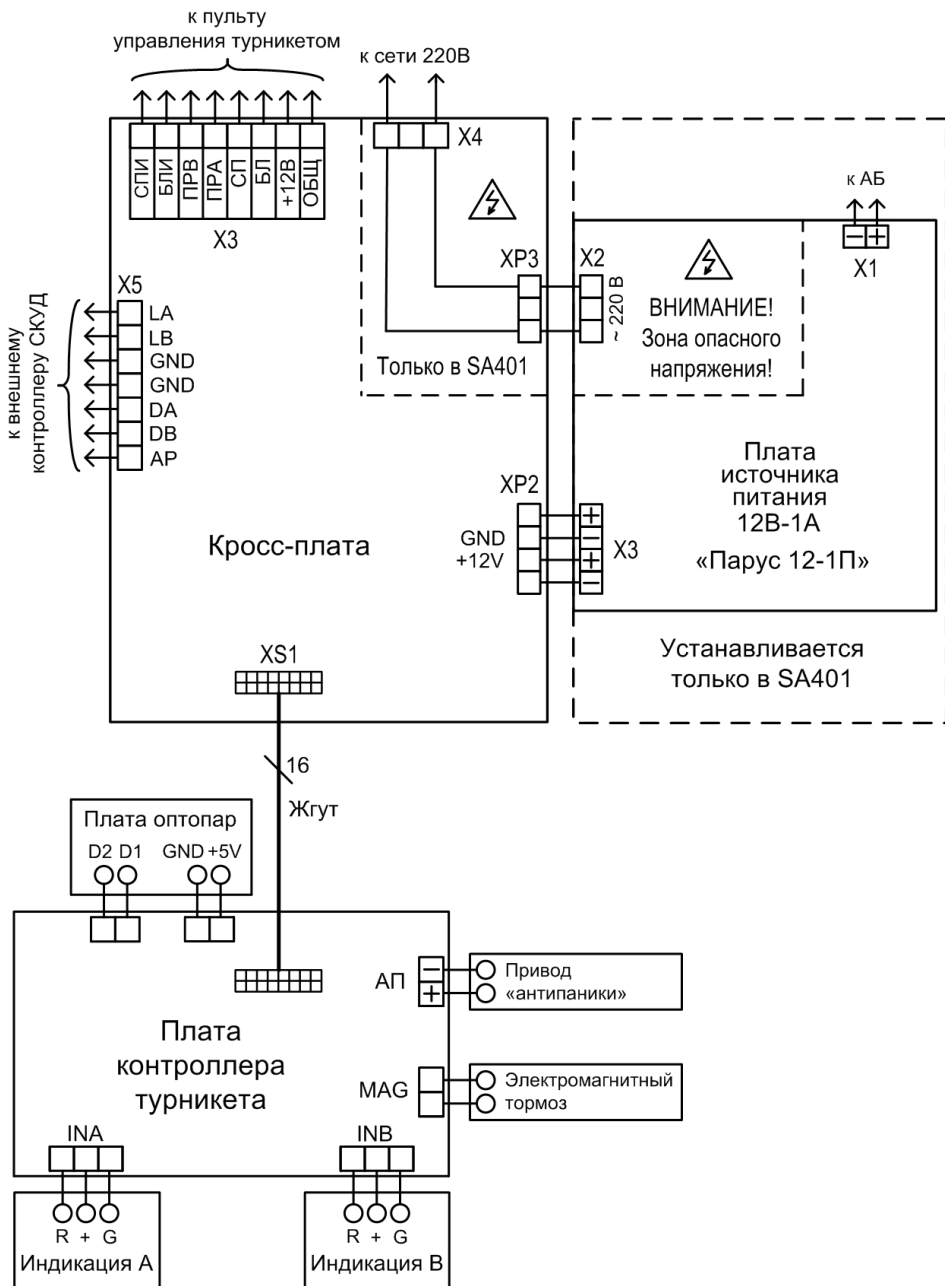

Рис.9 Схема электрическая соединений
- подключите кабель пульта управления к клеммнику X3 кросс-платы и к клеммнику пульта (выкрутите два винта по бокам пульта, снимите крышку, на крышке пульта расположена плата с клеммником, подключите кабель согласно схеме подключения – рис.9, проденьте кабель в паз в основании пульта, зафиксируйте кабель хомутом, соберите пульт);